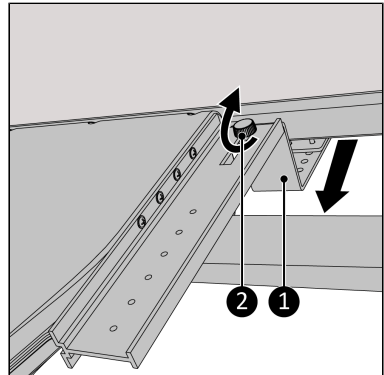

Figure 203.
9. Tirez le support vers vous autant que possible (Figure 203, pos. 1) afin qu'il se fixe correctement.
10. Serrez le cache de la vis (Figure 203, pos. 2).